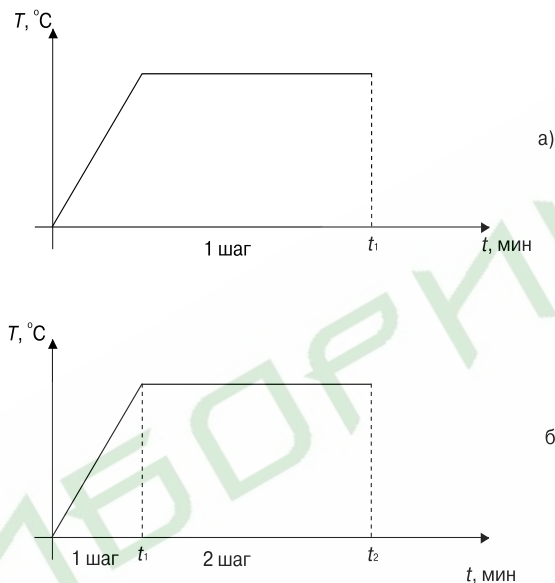

Рис. 34. Пример разбиения технологического режима на шаги:
**Пример 1.** На *рис. 34, а* изображен график температурного режима, который задает время, необходимое для достижения уставки и выдержки при этой температуре. Очевидно, что за один шаг заданную температуру точно выдержать по времени невозможно, так как скорость выхода на уставку может варьироваться, поэтому необходимо этот процесс разбить на два шага (*рис. 34, б*). При таком разбиении температура достигает уставки за время  $t_1$  (1-й шаг), которое не программируется, поскольку зависит от скорости выхода температуры на уставку. Пользователь программирует условие перехода с первого шага на второй по достижении заданного значения параметра; на втором шаге задает точное время выдержки.